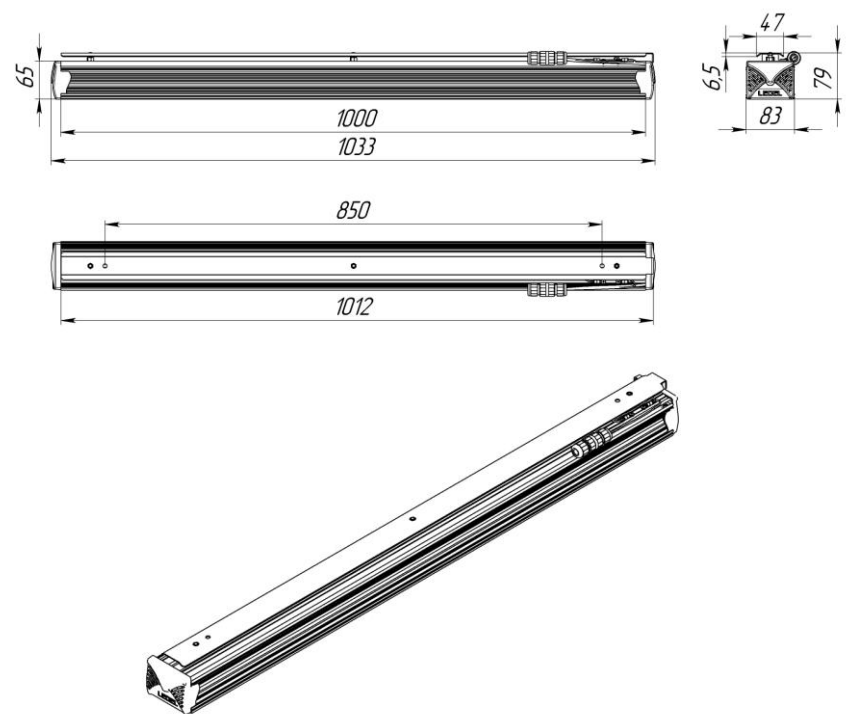

Рисунок 3 Светильник «L-industry NEW 48». Задвижной вариант
1.11 Возможно применение системы управления освещением по протоколу ZigBee кроме светильников с задвижным вариантом крепления (Рис.3).